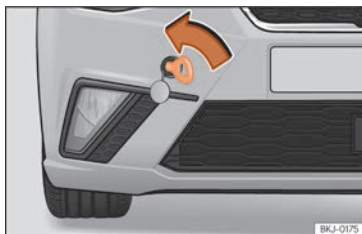

Fig. 100 Pare-chocs avant droit : œillet de remorquage vissé
- Vissez l'œillet jusqu'à la limite vers la gauche, dans le sens indiqué par la flèche »» fig. 100 .